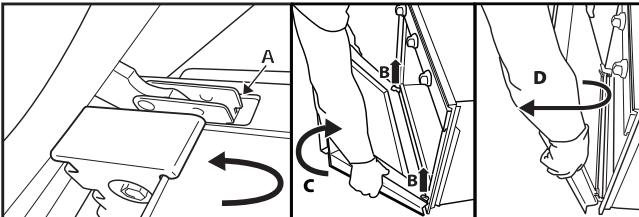

Fig. 2
3. Sluit de deur tot de blokering (A), til hem op (B) en draai hem (C) tot de deur loshaakt (D) (Fig. 2).